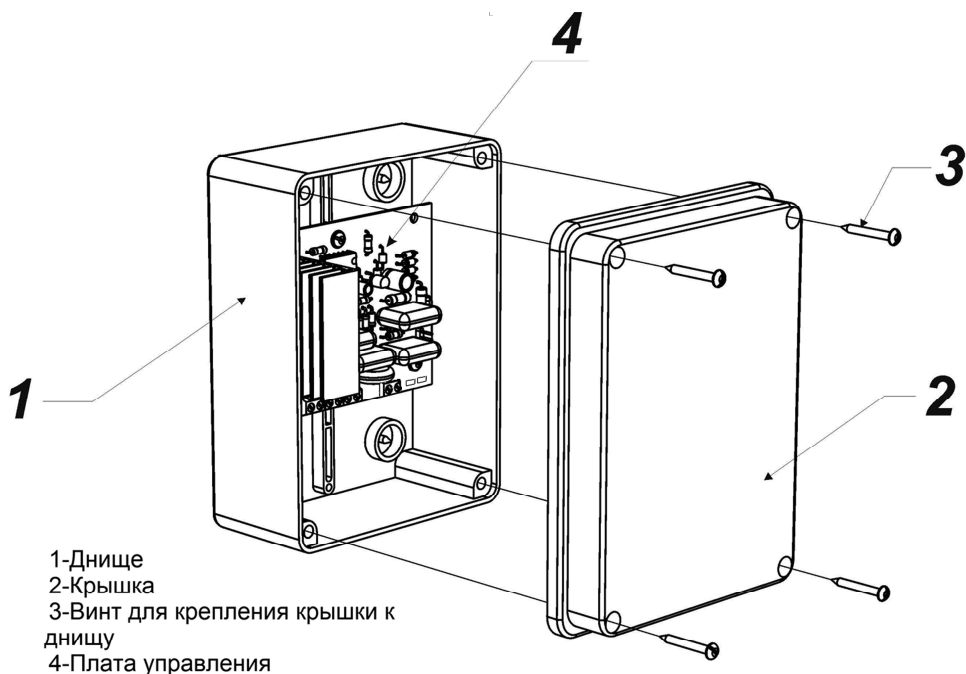

Рисунок 1 - общий вид изделия
Конструктивно изделие представляет собой модуль на печатной плате, размещённый в пластмассовом корпусе, состоящем из днища и крышки (см. рисунок 1). При открытой крышке осуществляется доступ к плате управления и сетевым колодкам.
- Уложите силикагель, плотно закройте крышку корпуса, убедившись в равномерном прилегании и зафиксируйте ее элементами крепления (см. рисунок 1).